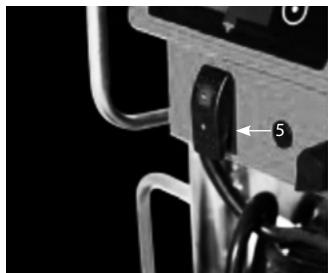

Рис. 10
2. Переведите выключатель «5» (Рис. 10) в положение «1» – «Включено» для включения электродвигателя.